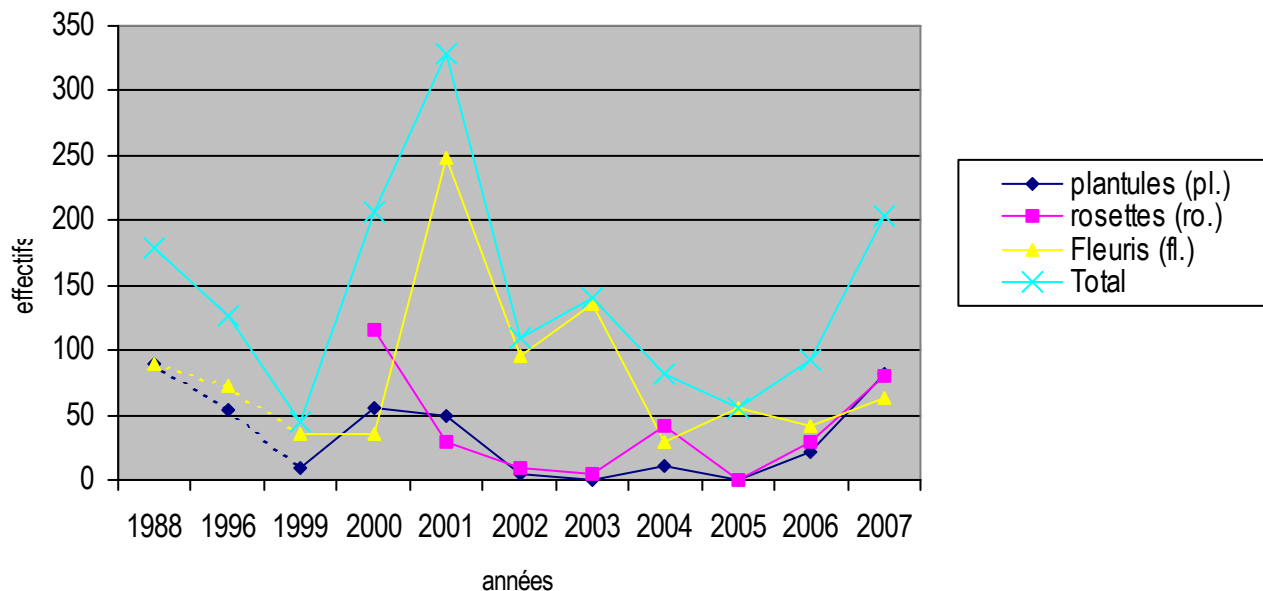
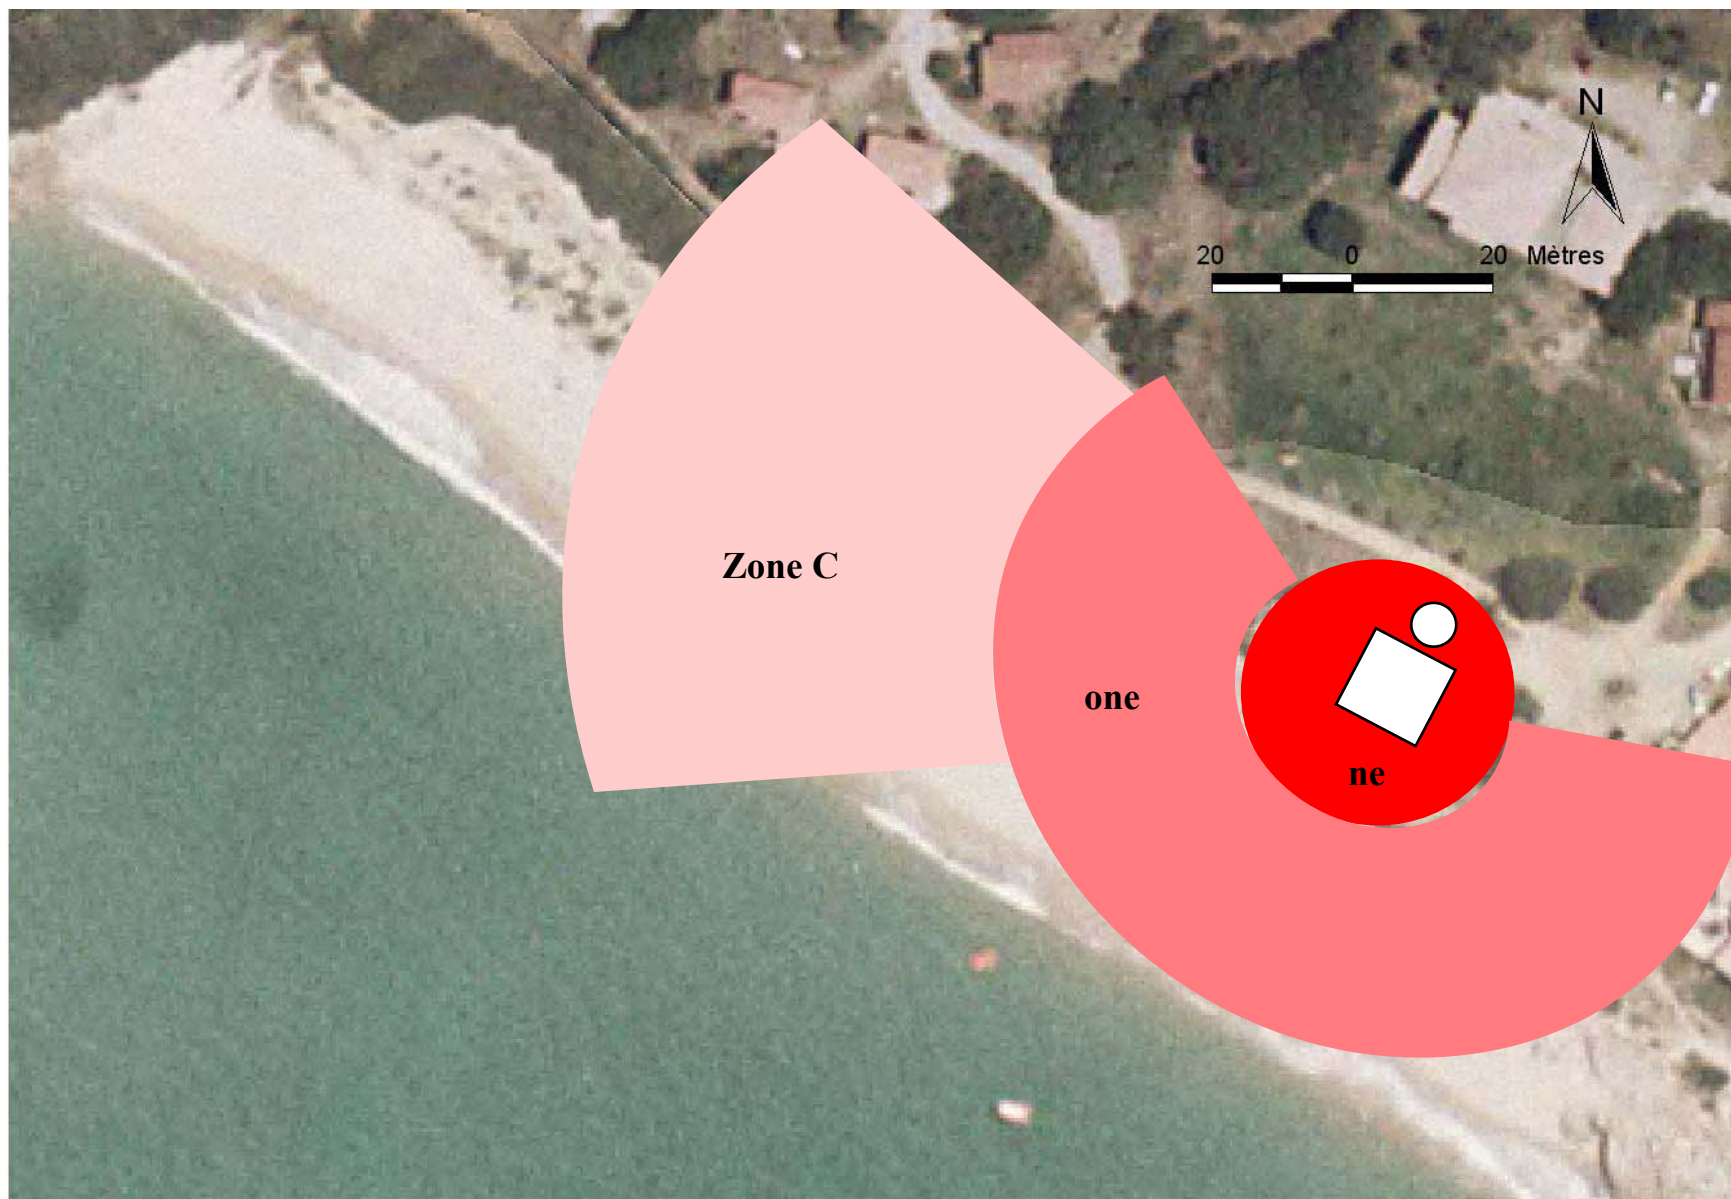

Figure 1 : évolution des effectifs de Buglosse crépue (*Anchusa crispa*) sur la plage de Cappicciolo.
Figure 2 : impacts occasionnés au site de Cappicciolo suite aux aménagements touristiques de M BENETTI.
- **impacts directs** (zone A, figure 2) : destruction d'une partie du fourré et des plantations réalisées par le gestionnaire dans le cadre d'un Contrat Natura 2000, augmentation du piétinement sur la dune face à l'aménagement, source de dégradations directes et irréversibles de l'habitat propice à la Buglosse crépue (*Anchusa crispa*), plante endémique corso-sarde ayant justifié la mise en Natura 2000 du site ;
- **impacts indirects primaires** (zones B, figure 2) : augmentation du piétinement de la dune par une fréquentation anarchique du site et destruction progressive de la dune par effondrement. C'est dans cette zone que se trouve actuellement l'intégralité de la population de Buglosse crépue, ce qui augmente la pression sur cette population fragile en raison d'une instabilité des effectifs et d'une faible superficie de son aire de répartition sur le site (figure 1) ;
- **impacts indirects secondaires** (zones C, figure 2) : augmentation du piétinement de la dune par une progression de la fréquentation du site, destruction progressive de la dune par effondrement et réduction des possibilités d'agrandissement de l'aire de répartition de la Buglosse crépue sur ce site.
Cf plan d'aménagement en figure 3 et figure 2